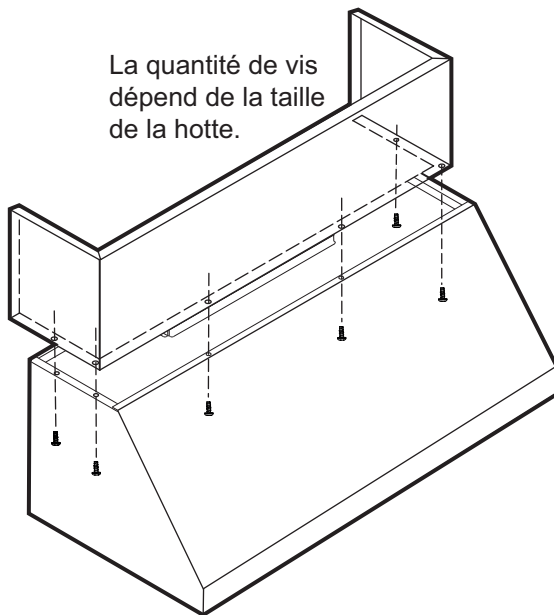

Figure 16 : Fixation du ou des recouvrements de conduit
Un recouvrement de conduit, vendu séparément, est disponible pour couvrir l'espace entre le haut de la hotte et le plafond (voir la *Figure 16*).
Pour les installations murales, un recouvrement de conduit optionnel, illustré sur la *Figure 16*, peut être utilisé pour remplir l'espace entre la hotte et le plafond. Des recouvrements d'une hauteur de 6 po (152 mm) et 12 po (305 mm) sont disponibles et peuvent être commandés séparément (voir la section « Accessoires disponibles » à la page 4).
2. Fixez le(s) recouvrement(s) de conduit à la hotte à l'aide des vis à tôle, comme illustré sur la *Figure 16*.